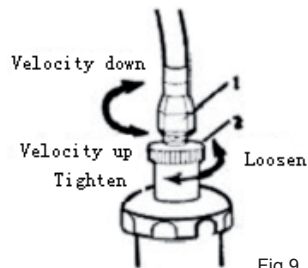

Fig.9
- Ανάψτε το διακόπτη όπως Fig.9.